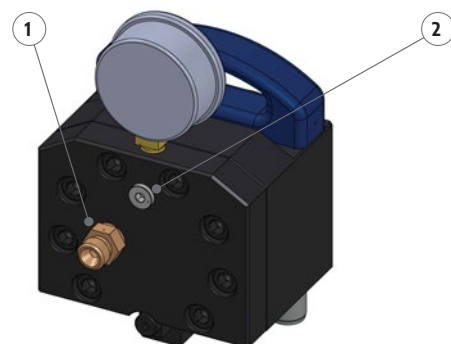

Abbildung 9: Hydraulikgehäuse
8. Lösen Sie die Entlüftungsschraube auf der Rückseite des Hydraulikgehäuses langsam mit einem Innensechskantschlüssel ca. 4 Umdrehungen, bis Öl blasenfrei austritt. (Position ② Abbildung 9)
3. Lösen und entfernen Sie den Hydraulikschlauch auf der Rückseite des Hydraulikgehäuses (Pos. ① Abbildung 9).
18. Befestigen Sie den Hydraulikschlauch wieder am Gehäuse (Pos. ① Abbildung 9).